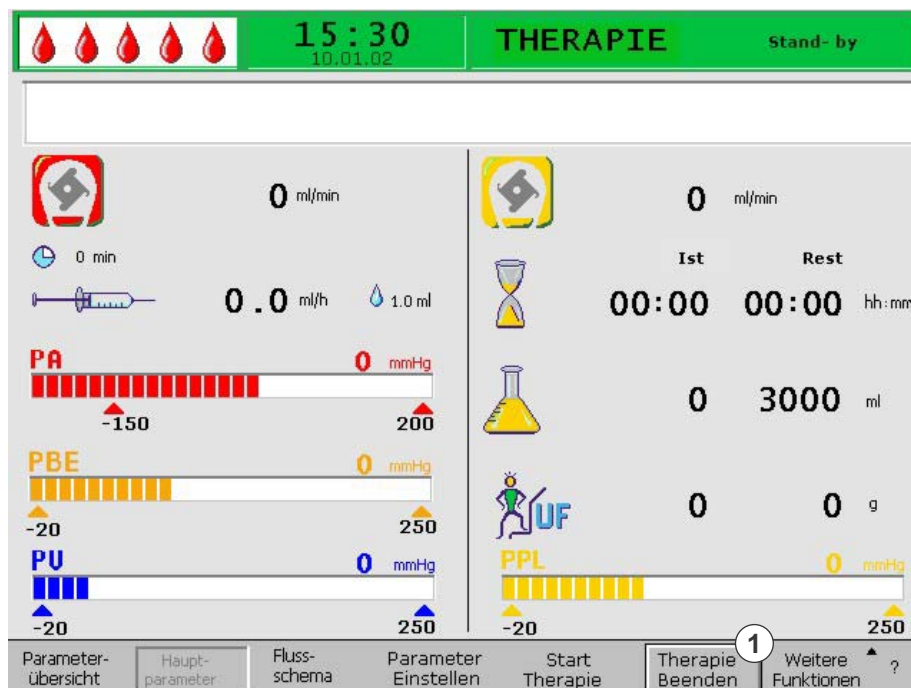

Abb. 6-5 Bildschirm *Hauptparameter* mit Menüpunkt *Therapie Beenden*
Wenn das zu behandelnde Plasmavolumen erreicht ist, schaltet das Gerät in den Stand-by-Modus. Der Blutkreislauf zirkuliert mit der zuletzt gewählten Blutflussrate weiter. Der Cursor steht automatisch auf dem Menüpunkt *Therapie Beenden* in der Menüleiste (Abb. 6-5, ①).